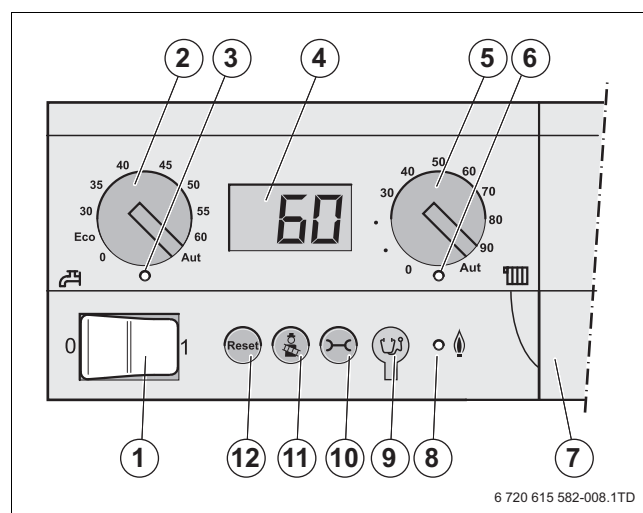

Fig. 5 Pannello di servizio di controllo di base BC10
- Impostare la temperatura dell'acqua desiderata mediante la manopola del «valore nominale dell'acqua calda»  (→ fig. 5, [2]) secondo la tab. 3.
- Con la manopola per la temperatura massima della caldaia  (→ fig. 5, [5]) impostare la temperatura desiderata secondo la tabella 4.